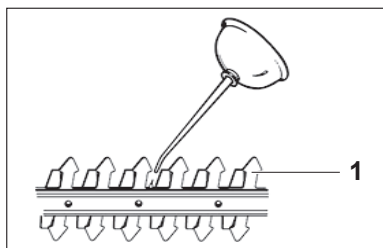

Fig. 9
8. Lubrique el interior las superficies de la hoja si se sobrecalienta el dispositivo de corte (1) durante la operación (fig. 9).